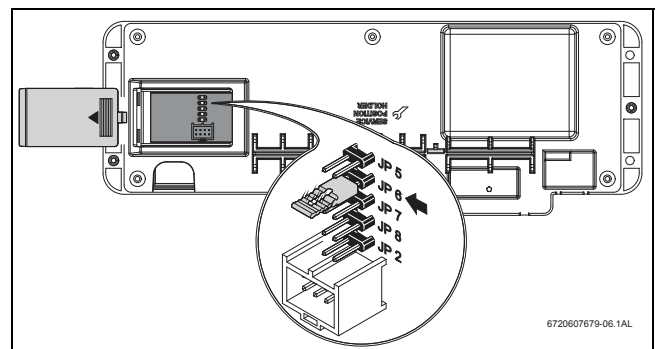

Рис. 14 Переоборудование со сжиженного газа на природный
- ▶ 1. Установите перемычку JP6 на плате управления (рис. 14).